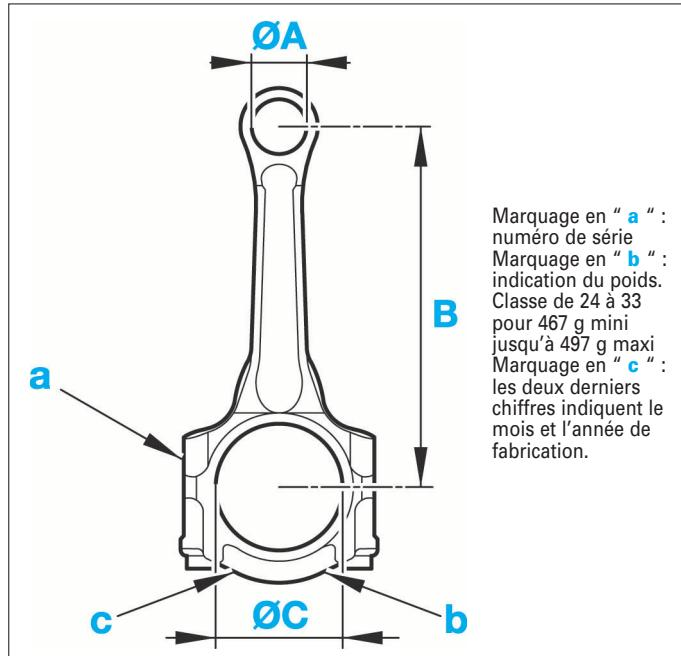

FIG. 9
Entraxe (B) (Fig.9) :  $133,5 \pm 0,03$  mm.